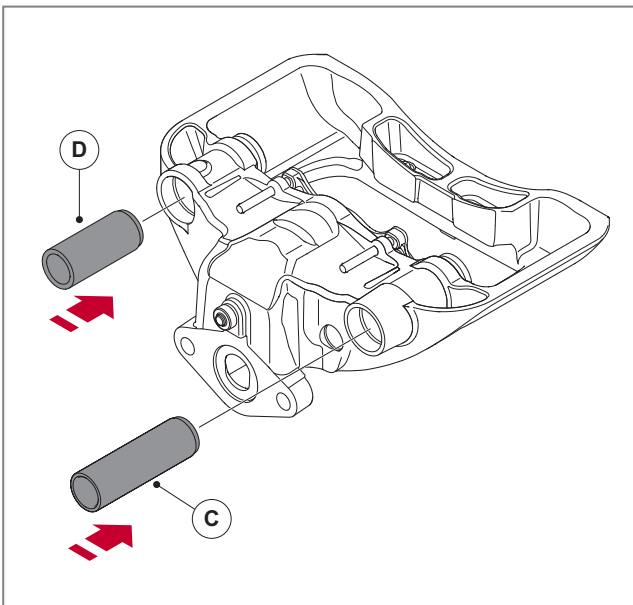

Abb. 70 - Führungsbolzen einsetzen
7. Setzen Sie den Festlagerführungsbolzen (C) in die Lagerbuchsen und den Loslagerführungsbolzen (D) in die Verbundwerkstoffbuchse ein, *siehe* ► *Abb. 70*. Der längere Führungsbolzen (C) wird in der Festlagerseite eingesetzt. Beachten Sie, dass das eine Ende der Führungsbolzen über eine maschinell gefertigte Nut verfügt. Setzen Sie diese Seite zuerst ein. Es ist kein Schmierfett erforderlich.